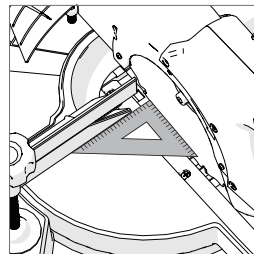

Abb. 19
- Vergewissern Sie sich, dass sich der Schneidkopf in der untersten Verriegelungsposition befindet und der Feststellstift vollständig eingerastet ist. (s. **Abb. 19**)
- Stellen Sie das Zeichendreieck auf den Tisch, wobei ein kurzes Ende auf dem Tisch und das andere kurze Ende am Sägeblatt anliegt (nicht an den TCT-Spitzen). (Abb. 19)